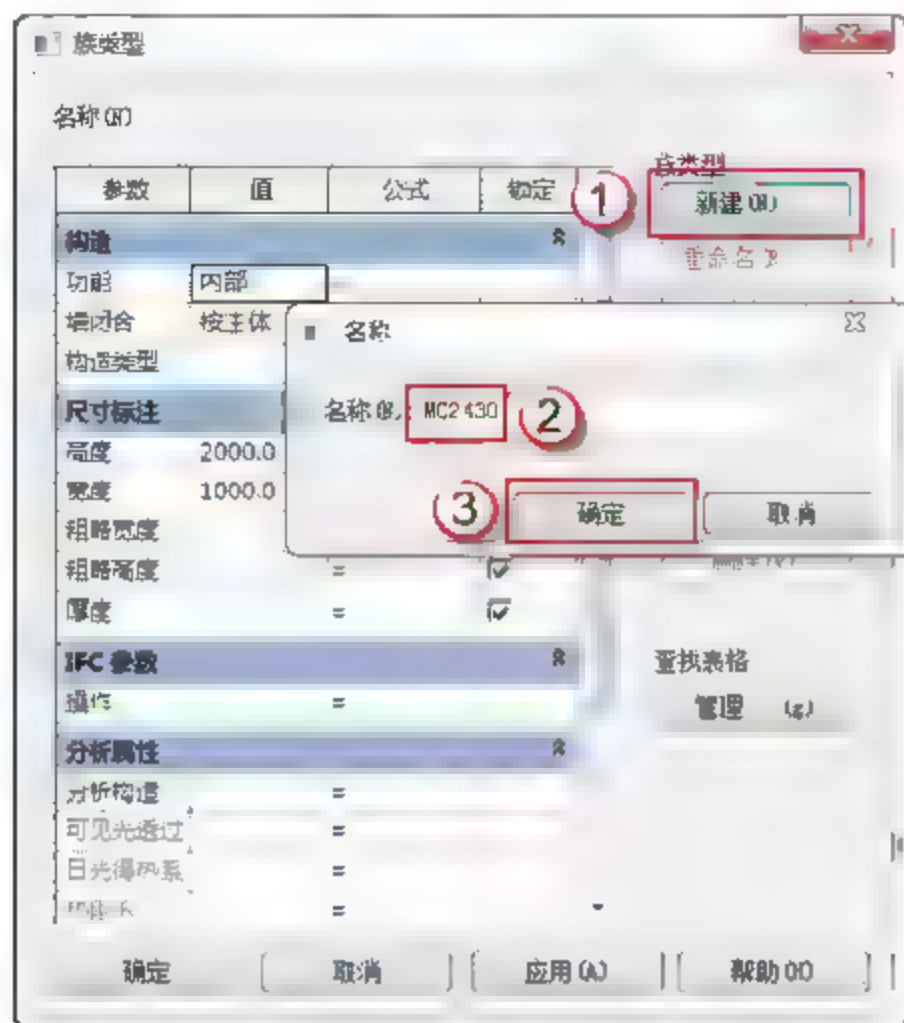

图 6.3.4 创建“MC2430”
(3) 新建族类型。单击“族类型”按钮，在弹出的“族类型”对话框中单击“新建”按钮，弹出“名称”对话框，在“名称”一栏输入“MC2430”字样，单击“确定”按钮，如图 6.3.4 所示。